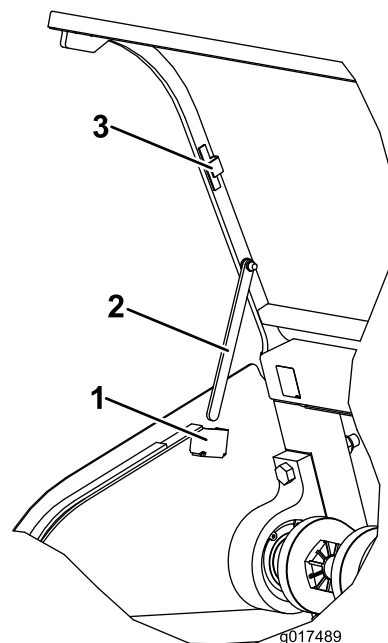

Figura 33
3. En cada lado del capó, baje la varilla del capó del enganche magnético, e introdúzcala en el alojamiento de la varilla (Figura 33).